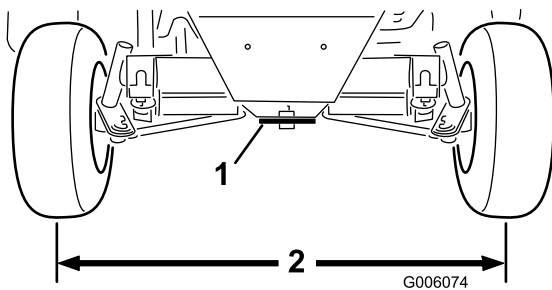

Figura 57
2. Afloje las contratueras de ambas bielas. Ajuste las bielas hasta que la distancia de centro a centro entre las ruedas traseras, por delante y por detrás, sea la misma (Figura 57).